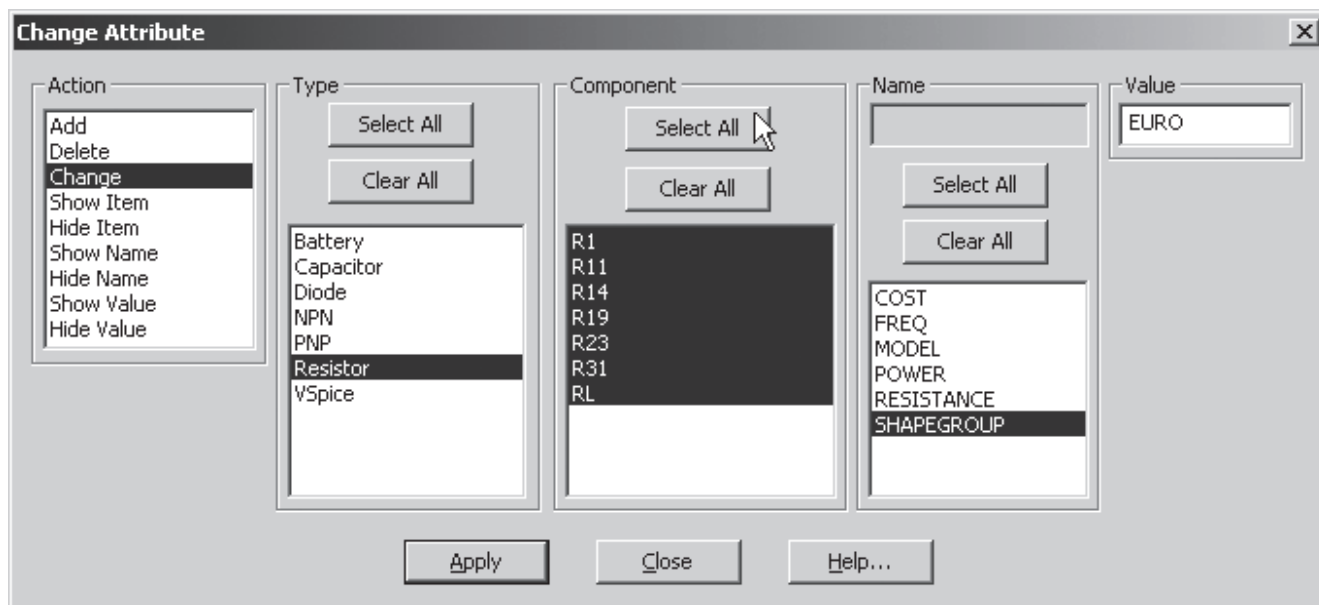

Рис. 3.4. Диалоговое окно Change Attribute
- **Attributes** (, **CTRL+SHIFT+A**) — позволяет менять (добавлять, удалять) значения атрибутов компонентов схемы, а также включать/выключать их отображение на экране. Открывающееся вслед за выбором команды диалоговое окно *Change Attribute* позволяет запрограммировать групповую операцию. Так, например на рис. 3.4. показано изменение УГО всех резисторов в соответствии с европейским (российским) стандартом.